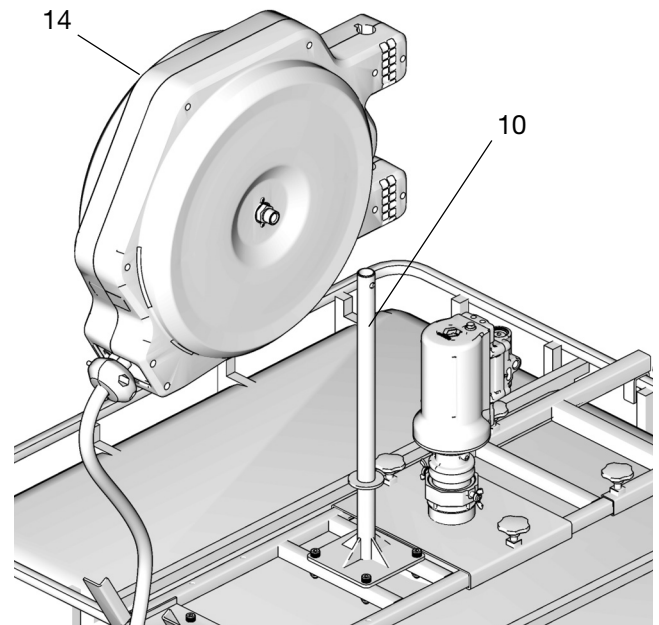

図 17
3. ホースリール(14)をリールブラケット(10)に取り付けます(図 17)。